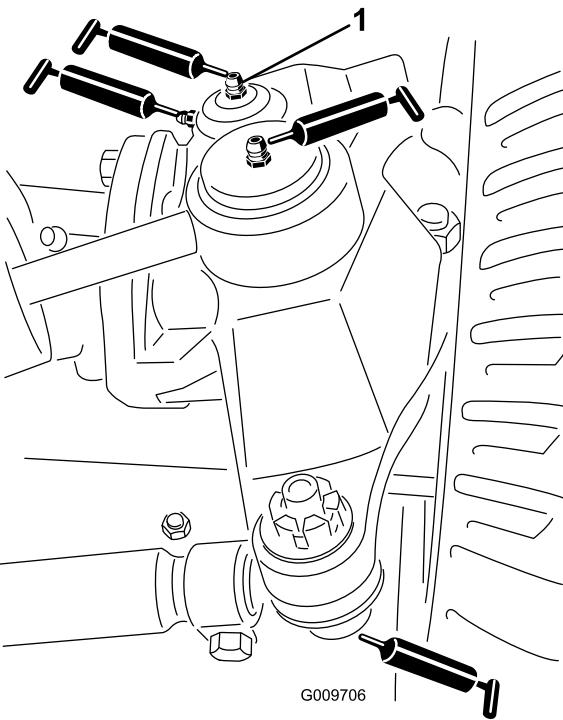

Figura 52
- Articulaciones esféricas de cilindro de dirección (2) tal y como se muestra en la Figura 52
- Articulaciones esféricas de biela (2) tal y como se muestra en la Figura 52
- Casquillos de pivote de dirección (2) tal y como se muestra en la Figura 52